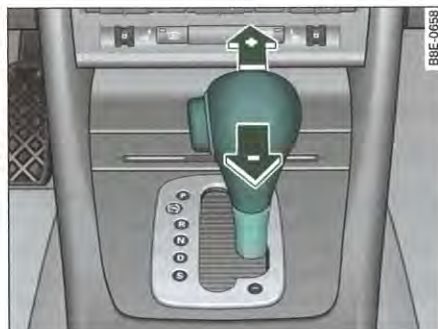

Fig. 153 Console centrale : passage manuel des rapports (tiptronic)
- Poussez légèrement le levier sélecteur (en position tiptronic) vers l'avant ⇒ fig. 153 (+).